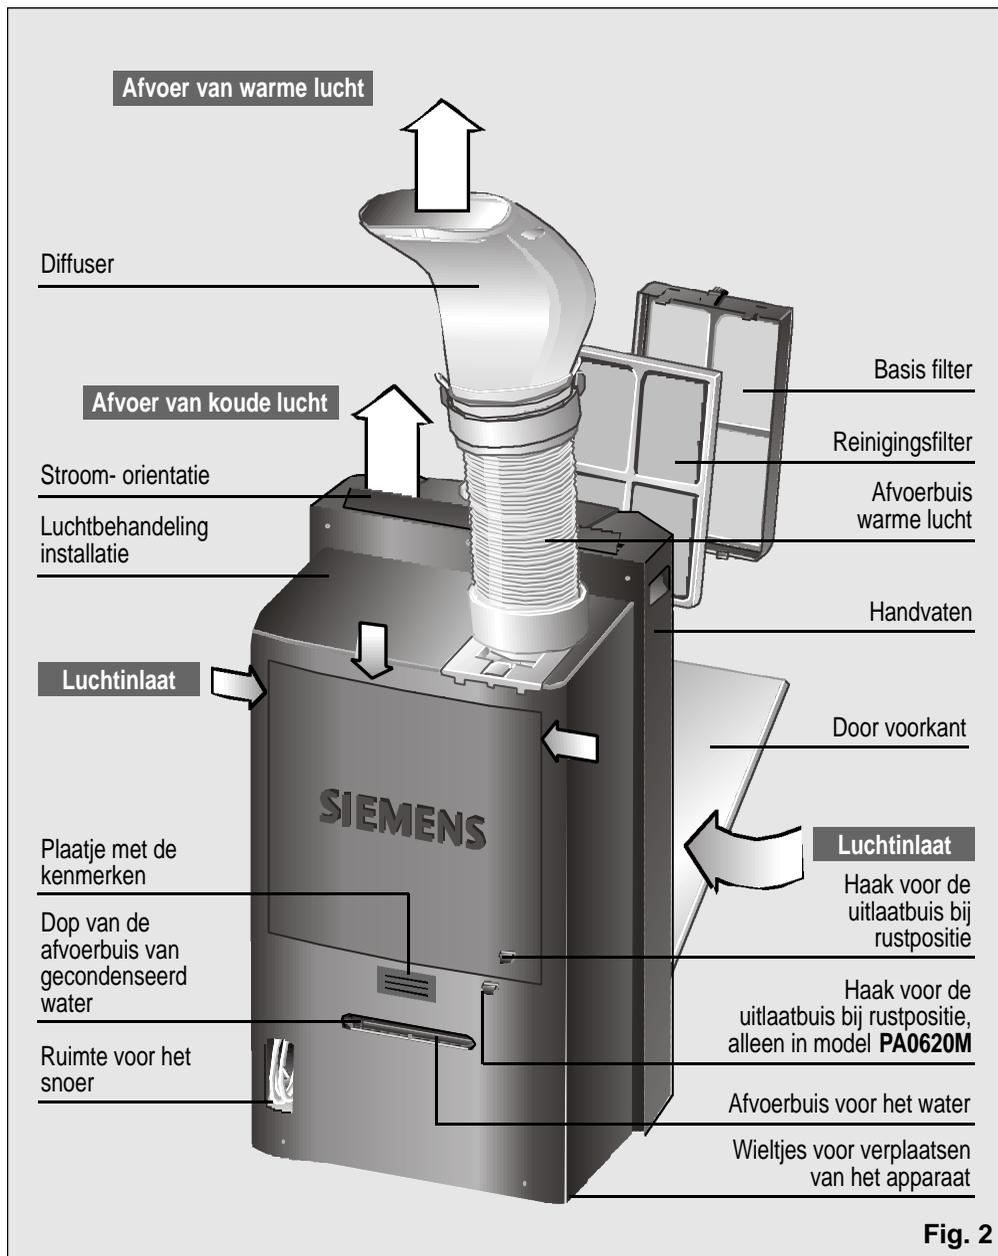

Fig. 2
- Het snoer dat op het net aangesloten wordt beschikt over een opbergplaats aan de achterkant van het apparaat. Zie **Fig. 2**.